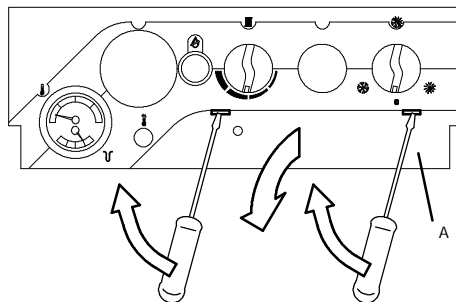

fig. 5.6
- 4 introdurre un piccolo cacciavite a lama nelle due fessure indicate in fig. 5.6.